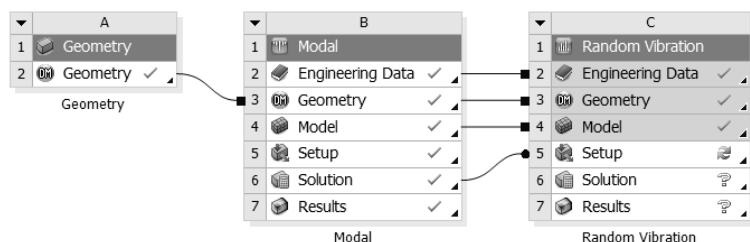

图 10-66 数据共享
Step2 : 如图 10-66 所示 ,项目 B 与项目 C 直接实现了数据共享 ,此时在项目 C 中的 C5 (Setup) 后会出现  标识。